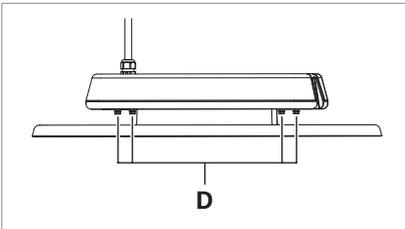

Fig. 9: Ruuvien irrotus.
- ▶ Irrota valaisimen neljä ruuvia **D**, katso Fig. 9.